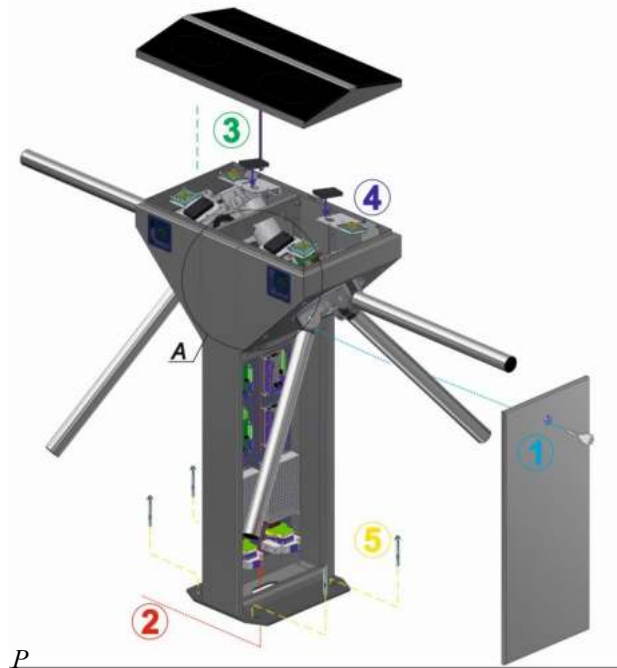

Рис. 14 – Загальний вид складання турнікету-триподу «CENTURION TWIN -M» і «BASTION TWIN-M»
8) Для доступу до кріпильних та технологічних отворів основи та клемних колодок турнікету-триподу «CENTURION TWIN-M» и «BASTION TWIN-M» необхідно зняти дверки стійки, повернувши ключ замка за допомогою ключа (Рис.14).
Для того щоб зняти кришку стійки, необхідно зняти шплінт (1) і відкрити клямку (2), піднявши її вгору (Рис.14, Вид А і В).